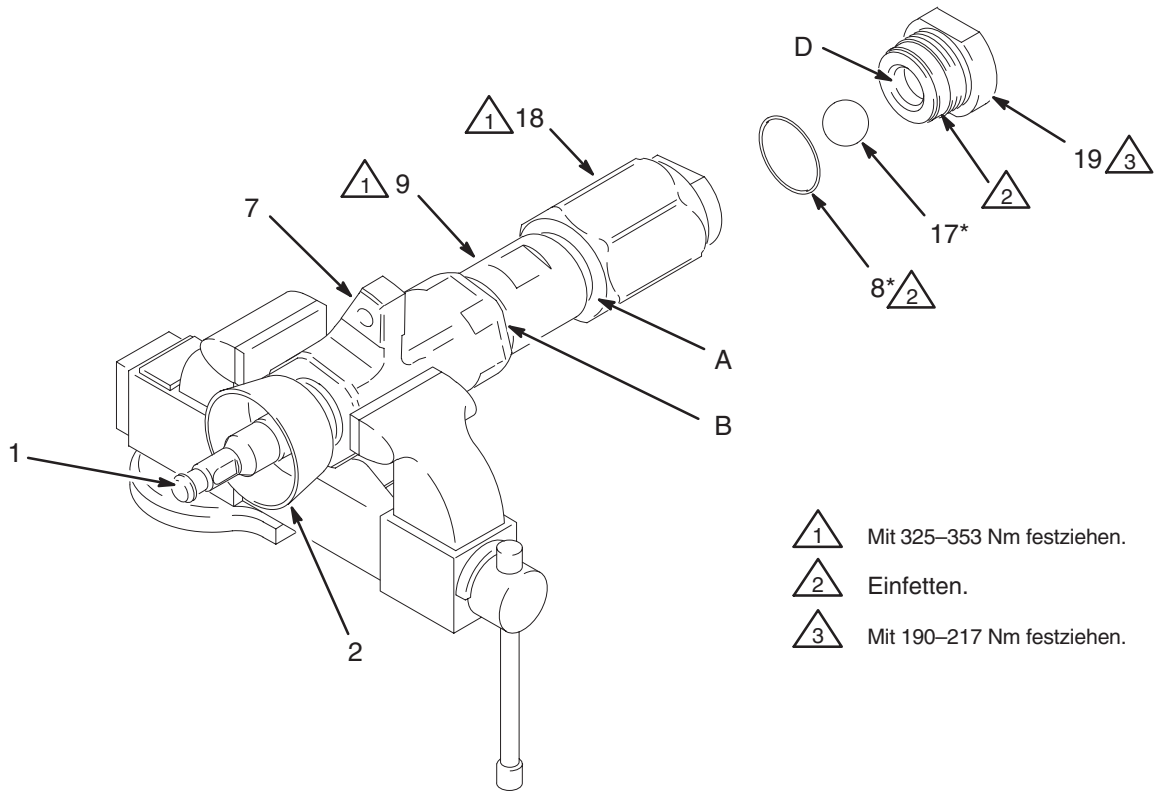

Abb. 7
1. Die Pumpe der Länge nach in einen großen Schraubstock einspannen, wobei die Klemmbacken entweder, wie in Abb. 7 dargestellt, am Auslassgehäuse (7) aufliegen, oder auf den Schlüsselflächen des Zylinders (9). Mit dem im Lieferumfang enthaltenen Schlüssel (110) die Packungsmutter (2) lockern, aber noch nicht entfernen.
2. Einlaßventil (19) mit einer Rohrzange vom Einlassgehäuse (19) abschrauben (18). Darauf achten, dass die Kugel (17) beim Entfernen des Einlassventils aufgefangen wird, damit sie nicht hinunterfällt und beschädigt wird. Dichtung (8) vom Einlaßventil abnehmen. Kugel und Sitz (D) des Einlassventils auf Abnutzung oder Beschädigung überprüfen.
3. Rohrzange an den Sechskant des Ventilgehäuses (18) anlegen. Die Pumpe kann entweder an der Verbindung A oder an der Verbindung B auseinandergenommen werden.
5. Packungsmutter (2) lose in das Auslassgehäuse (7) installieren.
6. Die Kolbenpackungen einfetten. Die Kolbenstange (1) und den Kolbensatz in den Zylinder (9) hinunterschieben. Der Zylinder ist symmetrisch, das heißt, es spielt keine Rolle, welches Ende nach oben weist. Mit einem Gummihammer die Stange in den Zylinder treiben, bis der Kolben (16) nahe am unteren Teil des Zylinders ist.
7. Dichtung (8\*) am oberen Ende des Zylinders (9) einbauen. Dichtung und obere Gewinde des Zylinders einfetten.
8. Auslassgehäuse (7) wie in Abb. 7 gezeigt in einen Schraubstock geben. Kolbenstange (1) hinauf in das Auslassgehäuse schieben, dann den Zylinder (9) in das Auslassgehäuse handfest einschrauben. Die Gewinde greifen leicht ein, bis die Dichtung (8\*) die Dichtungsoberfläche des Auslassgehäuses berührt. Das obere Ende der Stange steht aus der Packungsmutter (2) vor.
10. Dichtung (8\*) auf das Einlaßventil (19) einbauen. Dichtung und Gewinde des Einlassventils einfetten. Einlasskugel (17\*) in das Einlassgehäuse (18) geben, dann das Einlaßventil handfest in das Einlassgehäuse einschrauben. Die Gewinde greifen leicht ein, bis die Dichtung die Dichtungsoberfläche des Einlassgehäuses berührt.
11. Mit einem Schlüssel das Einlassgehäuse (18) auf 325–353 Nm anziehen. Dadurch werden beide Zylinderverbindungen (A und B) mit dem richtigen Drehmoment angezogen. Siehe Abb. 7.
12. Mit einer Rohrzange das Einlaßventil (19) auf 190–217 Nm. Siehe Abb. 7.
13. Die Packungsmutter (2) mit 136–149 Nm festziehen.